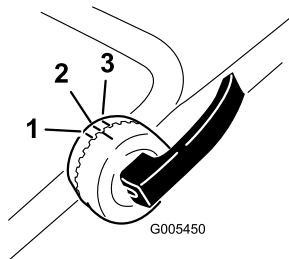

Figura 4
2. Sbloccate i dispositivi di fermo della stegola superiore, girate la stegola verso l'alto e bloccatela nella posizione che trovate più comoda (Figura 4).
Nota: Potete regolare la stegola superiore in tre posizioni. Allineate il segno ad uno dei tre segni previsti sul lato interno dei dispositivi di fermo della stegola superiore (Figura 4).